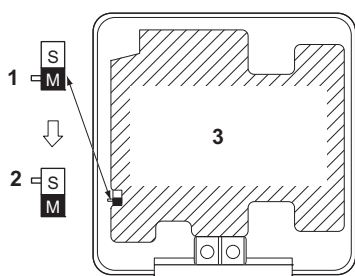

Bild 30
- (2) Vrid kontakten för växling primär/sekundär på en av de två fjärrkontrollernas kretskort till läge "S". (Låt den andra fjärrkontrollen vara kvar i läge "M".) **(Se bild 30)**